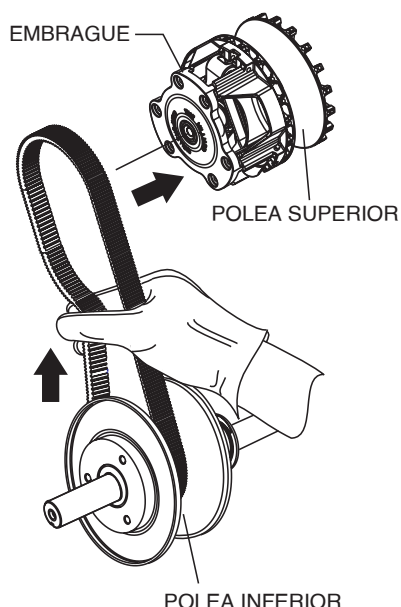

Figura 36. Instalación de la correa de la polea superior
2. Coloque el extremo libre de la correa de la CVT (Figura 36) en las ranuras de la polea superior.